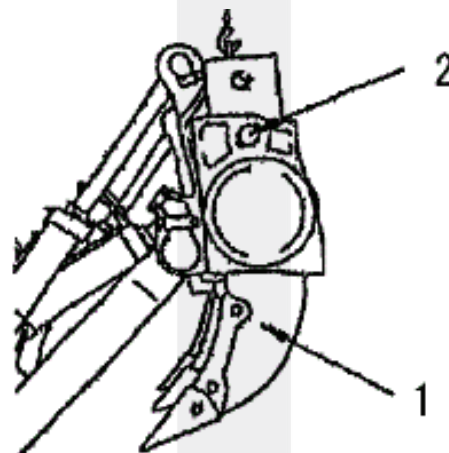

Рис. 2
Перед установкой запустите двигатель и установите рыхлитель в максимально высокое положение с максимальным перекосом. Пропустите трос через шахту рыхлителя и вывесив стойку (1), установите палец (2) (рис. 2).